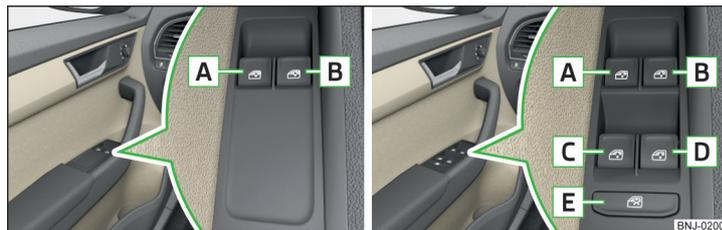

Fig. 39 Teclas dos elevadores elétricos: Variante 1 / Variante 2
Dependendo do equipamento pode acionar ao pressionar/puxar as teclas na porta do condutor os vidros dianteiros - **Variante 1** ou os vidros dianteiros e traseiros - **Variante 2** » Fig. 39.
Na **Variante 2** » Fig. 39, o vidro do condutor pode ser aberto/fechado completamente de forma automática, pressionando ou puxando a tecla até ao batente. Se pressionar/puxar de novo a tecla, o vidro para imediatamente.
- A **Variante 1** dos elevadores elétricos » Fig. 39 na página 52 **não possui de nenhuma** limitação de força. É necessário fechar os vidros com cuidado - Existe perigo de ferimento!
- O **vidro do passageiro na variante 2** dos elevadores elétricos » Fig. 39 na página 52 **não possui de nenhuma** limitação de força. É necessário fechar os vidros com cuidado - Existe perigo de ferimento!